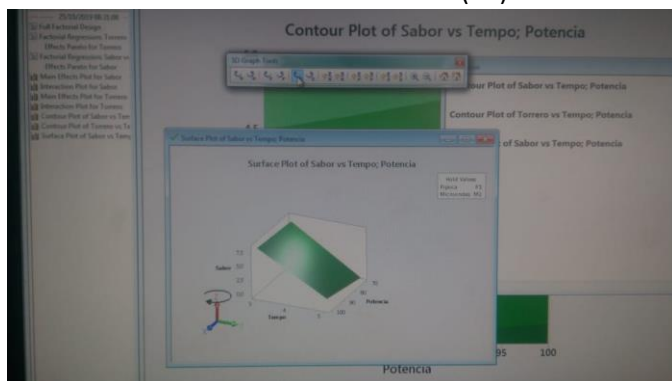

Figura 25 – Gráfico Tridimensional de “Sabor” x “Tempo” x “Potência”.
25- Na figura 25 abaixo vemos para “Sabor” essa variação em forma tridimensional. Analogamente, as conclusões são as mesmas do item (20) acima.